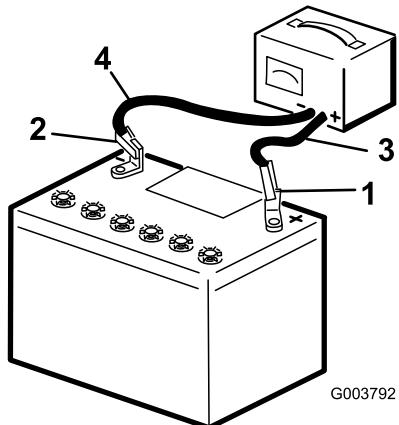

Bild 38
4. Wenn die Batterie voll geladen ist, ziehen Sie den Stecker des Ladegeräts aus der Dose. Klemmen Sie dann die Klemmen des Ladegeräts von den Batteriepolen ab (Bild 38).
3. Laden Sie die Batterie 10 bis 15 Minuten lang mit 25 bis 30 A oder 30 Minuten lang mit 4 bis 6 A (Bild 38). Überladen Sie die Batterie nicht.